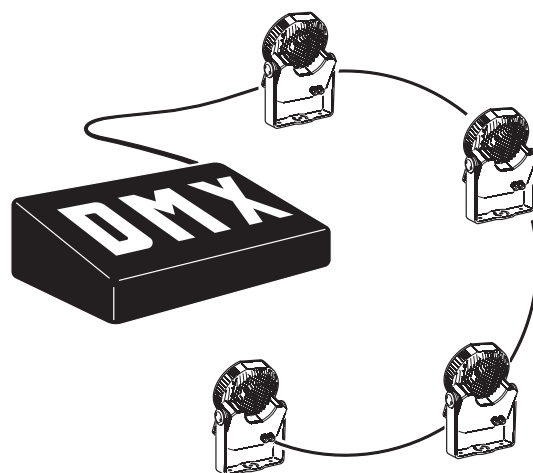

Figure 7: Lien DMX
- Les projecteurs sont câblés en cascade, c'est à dire que les câbles forment une ligne passant par tous les projecteurs. Voir Figure 7.